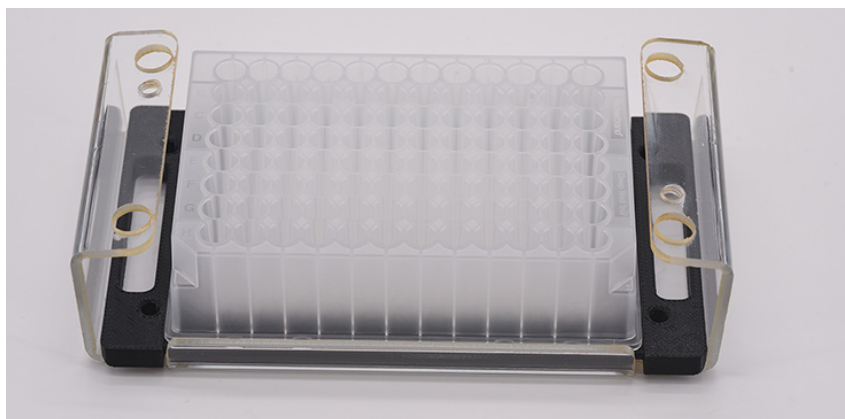

Figura 101 Docking station dell'array con vassoio a 96 pozzetti profondi
- 3 Mettere un vassoio a 96 pozzetti profondi (Agilent codice P60-20 o Fisher codice 12-566-120) nella docking station dell'array con base del vassoio (Figura 101).